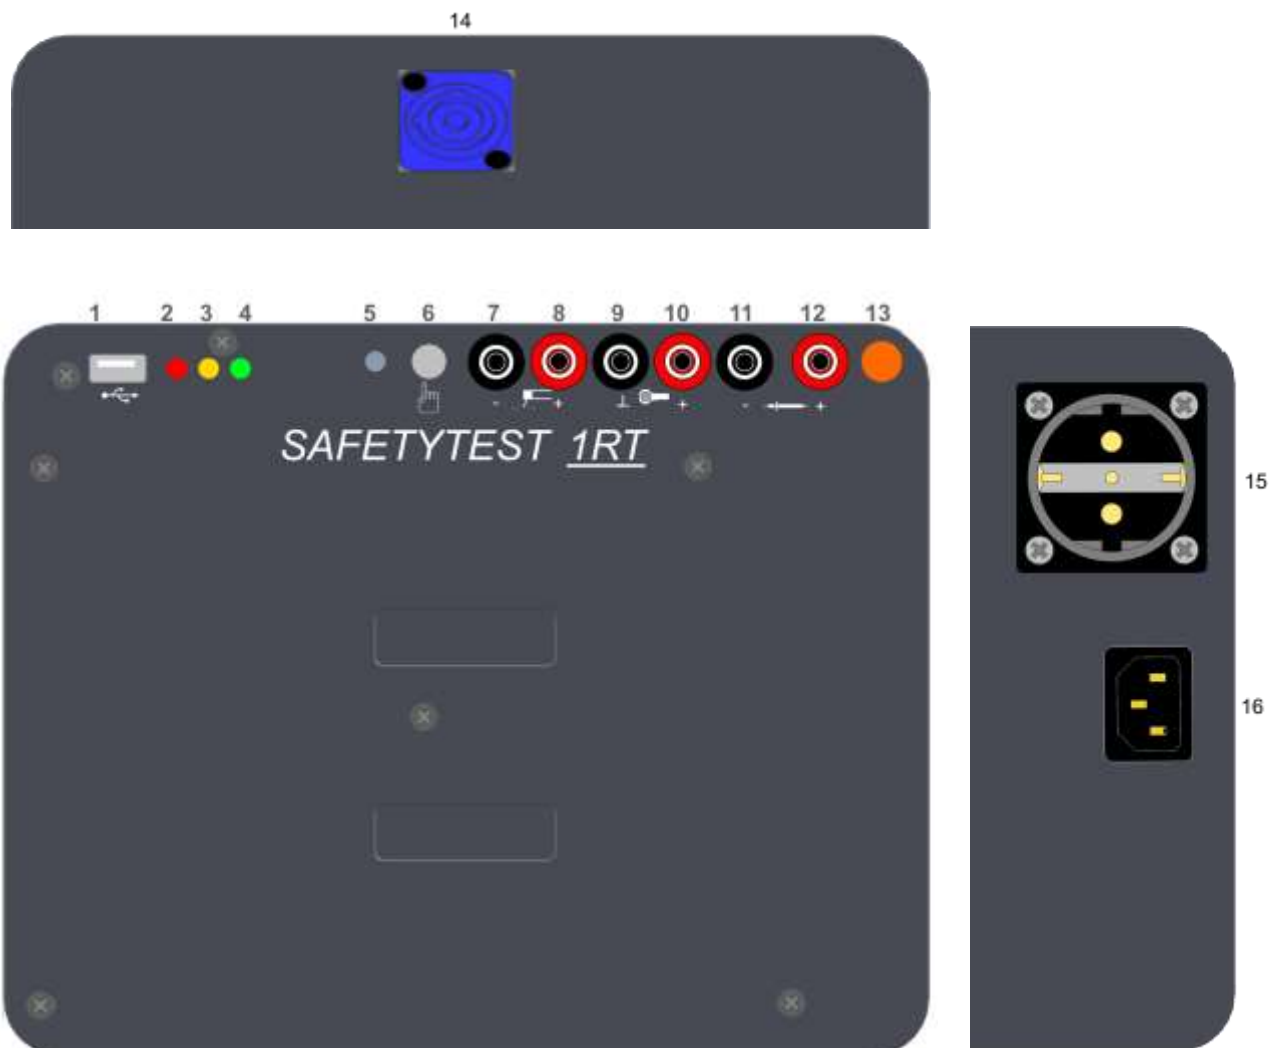

Bild 2
Anschlüsse (Bild 2)
4.1 USB Typ A (Bild2/1)
4.2 LED rot (Bild 2/2)
4.3 LED gelb (Bild 2/3)
4.4 LED grün (Bild 2/4)
4.5 Fingerkontakt-LED (Bild 2/5)
4.6 Fingerkontakt (Bild 2/6)
4.7 Buchse schwarz SSK – (Bild 2/7)
4.8 Buchse rot SSK + (Bild 2/8)
4.9 Buchse schwarz „GND“ (Bild 2/9)
4.10 Buchse rot „Zange“ (Bild 2/10)
Anschluss für die Ableitstrommesszange DI40 oder DI80. Der schwarze Anschluss Bild 2/9 zusammen mit dem roten Anschluss.
4.11 Buchse schwarz „Sonde Sense“ (Bild 2/11)
Zusammen mit der Buchse rot Bild 2/12 für den Anschluss einer 2-pol Sonde für die Schutzleiterwiderstands-, Isolations-, Berührungsstrom-, SELV-, PELV- und Ersatzableitstrommessung. Dient als Kompensationsleitung für die Force-Leitung.
4.12 Buchse rot „Force“ (Bild 2/12)
Zusammen mit der Buchse schwarz Bild 2/10 für den Anschluss einer 2-pol Sonde für die Schutzleiterwiderstands-, Isolations-, Berührungsstrom-, SELV-, PELV- und Ersatzableitstrommessung.
4.13 Phasenkontrolllampe (Bild 2/13)
4.14 Netzanschluss, Neutrik powerCON blau (Bild2/14)
4.15 Anschluss, Schuko Prüfdose (Bild 2/15)
4.16 Anschluss, Kaltgerätestecker C13 (Bild 2/16)
Das Prüfgerät wird über den Netzanschluss Bild 2/14 des Gerätes versorgt.